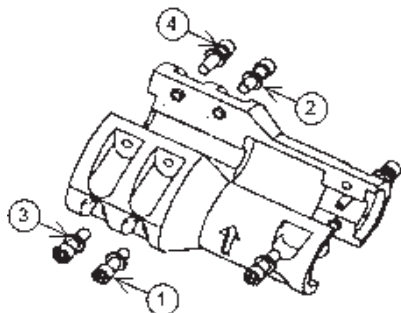

Figure 20 — Ordre de serrage des vis de l'accouplement
16. Serrer légèrement les quatre (4) vis d'assemblage restantes, puis serrer les six vis de sorte que les écarts entre les demi-accouplements restent symétriques sur toute leur longueur. NE PAS encore serrer les vis au couple.
17. Serrer les vis d'assemblage dans l'ordre (fig. 20) et au couple indiqués (v. Données techniques, page 8).